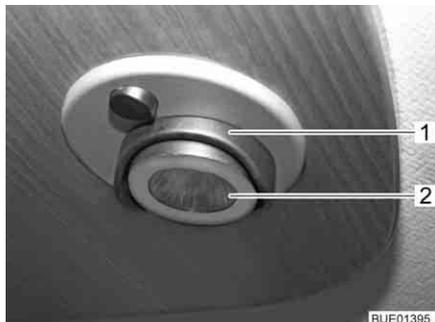

Fig. 217 Lámpara halógena empotrada
La lámpara halógena empotrada (Fig. 217,1) está hundida en el panel.
- Sacar la tapa (Fig. 217,2) haciendo palanca con una herramienta apropiada (p. ej. destornillador) y retirarla.